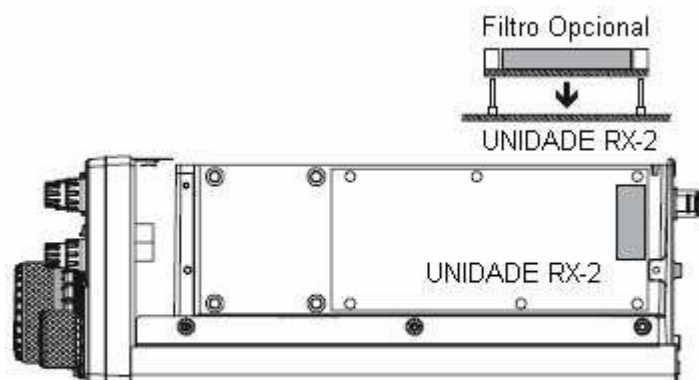

FIGURA 2
4. Veja na Figura 2 o local de montagem para o filtro opcional. Posicione o filtro de modo que seus conectores fiquem alinhados com os pinos de montagem na placa, e o empurre até seu lugar.